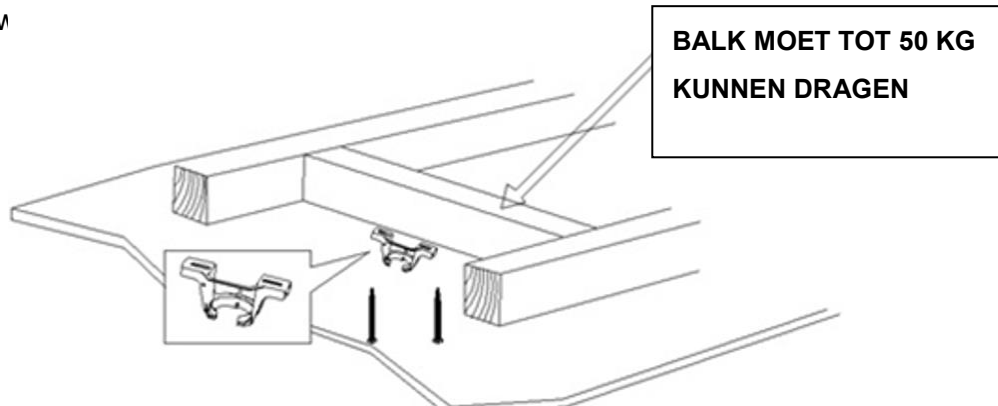

Afb. 1
- Controleer of alle onderdelen aanwezig zijn. U zou het volgende moeten hebben, zoals aangegeven in de lijst en Afb. 1: